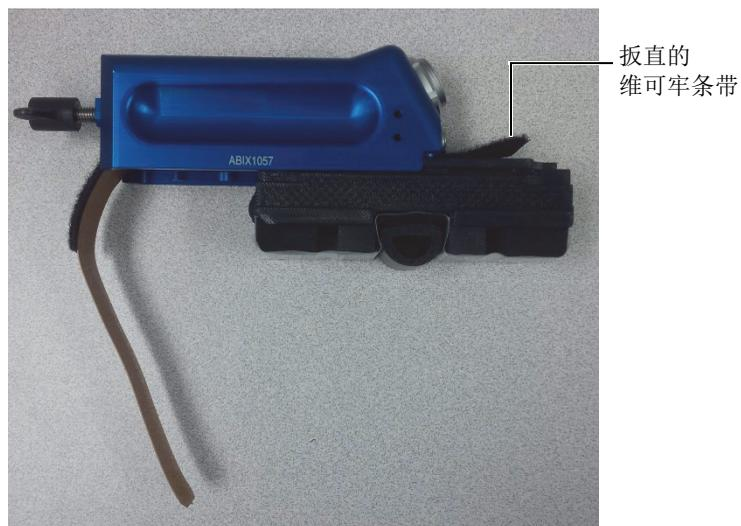

图 2-5 将楔块滑入到探头上
- a) 将探头上弯曲的维可牢条带扳直，将楔块滑入插槽中（参见第 30 页的图 2-5）。